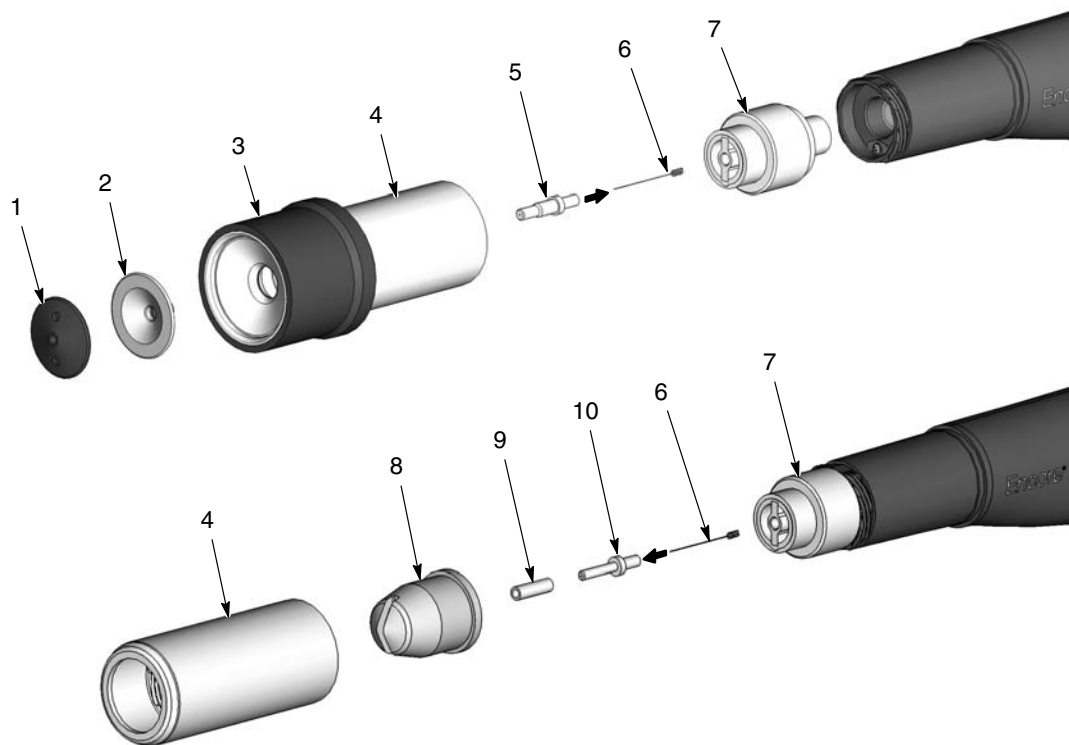

Рис. 7 Переход с конической форсунки на плоскофакельную или угловую форсунку
См. рис. 7. Для перехода со стандартной конической форсунки на плоскофакельную или угловую форсунку необходимо заказать:
3. См. рис. 7. Снять форсунку с распылителя:
**Коническая форсунка:** Отвернуть гайку форсунки (1) и снять отражатель (2). Отвернуть гайку форсунки (4) и снять ее с распылителя вместе со втулкой регулировки факела распыла (3).
**Плоскофакельная или угловая форсунка:** Отвернуть гайку форсунки (4) и снять ее с распылителя вместе с форсункой (8).
4. Вытянуть опору электрода (7) из распылителя.